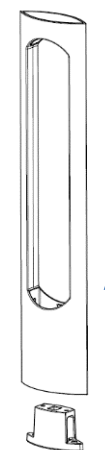

Fig. 4. – Remover base
3. Levante o quadro da base. Ver Fig.4. Coloque num local adequado para proteger o acabamento.